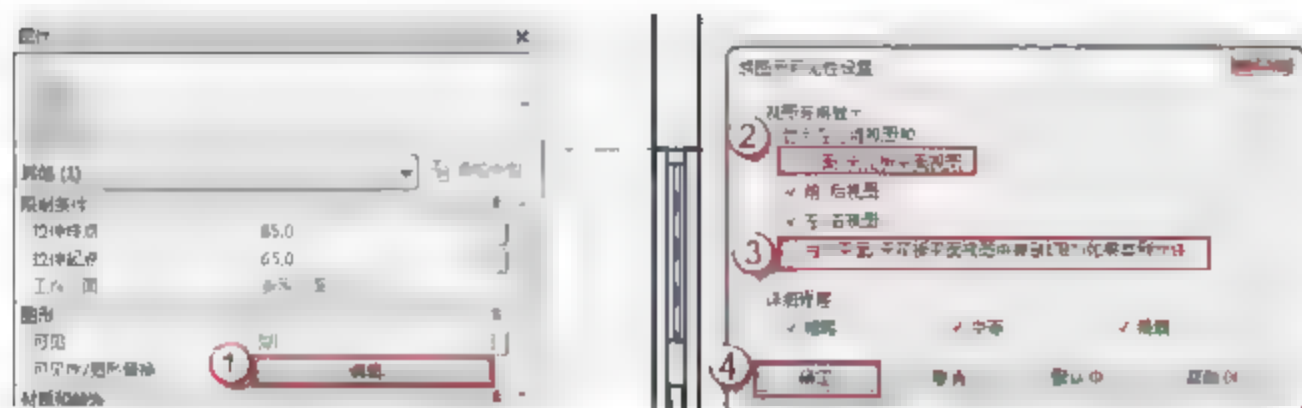

图 7.1.56 修改 C2017 窗户玻璃的可见性
(9) 修改 C2017 窗户玻璃的可见性。在“属性”面板中，单击“图形”栏“可见性/图形替换”后的“编辑”按钮，弹出“族图元可见性设置”对话框，取消“平面/天花板平面视图”和“当在平面/天花板平面视图中被剖切时 (如果类别允许)”复选框的选择，单击“确定”按钮，如图 7.1.56 所示。
(10) 添加 C2017 窗户玻璃材质。选择 C2017 窗户玻璃，在 C2017 窗户玻璃的属性面